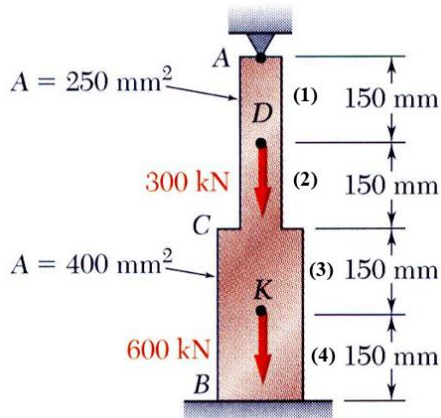

Figura 2.27
2.5.1 Determine as reações nos apoios A e B, para a barra de aço sujeita às cargas indicadas na Figura 2.27. $E = 210 \text{ GPa}$.